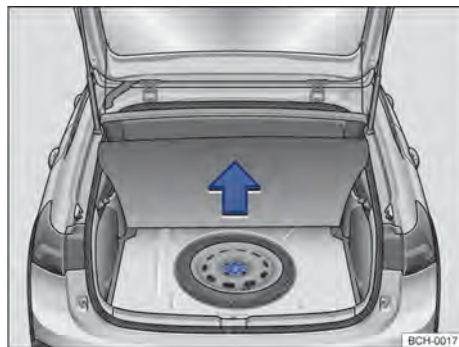

Fig. 141 No compartimento de bagagem, sob o revestimento de assoalho: roda de emergência e ferramentas de bordo.
As ferramentas de bordo e a roda de emergência estão localizadas no compartimento de bagagem, sob o revestimento do assoalho → Fig. 141.
- Levantar o revestimento do compartimento de bagagem → Fig. 141.